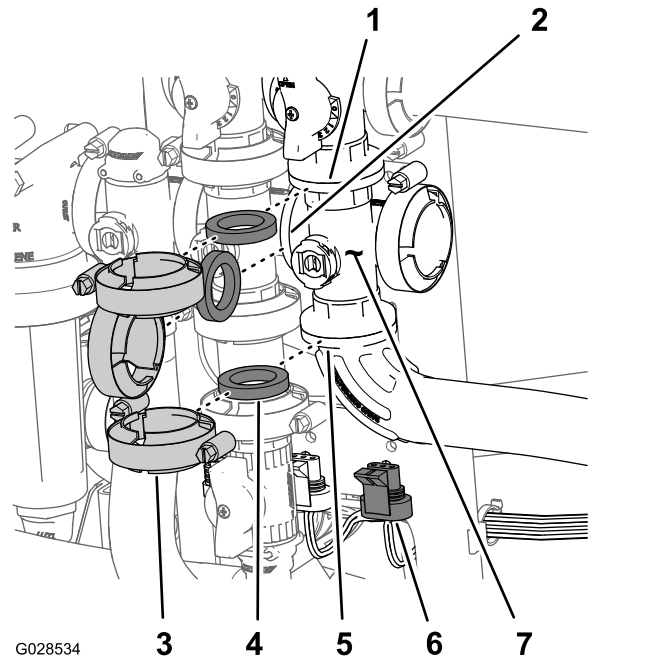

Figura 92
1. Retire las juntas y las abrazaderas que sujetan el distribuidor de la válvula maestra de los brazos (Figura 92) a la válvula maestra de los brazos, la válvula de agitación y el codo con brida de 90° (en el extremo de la manguera del caudalímetro).